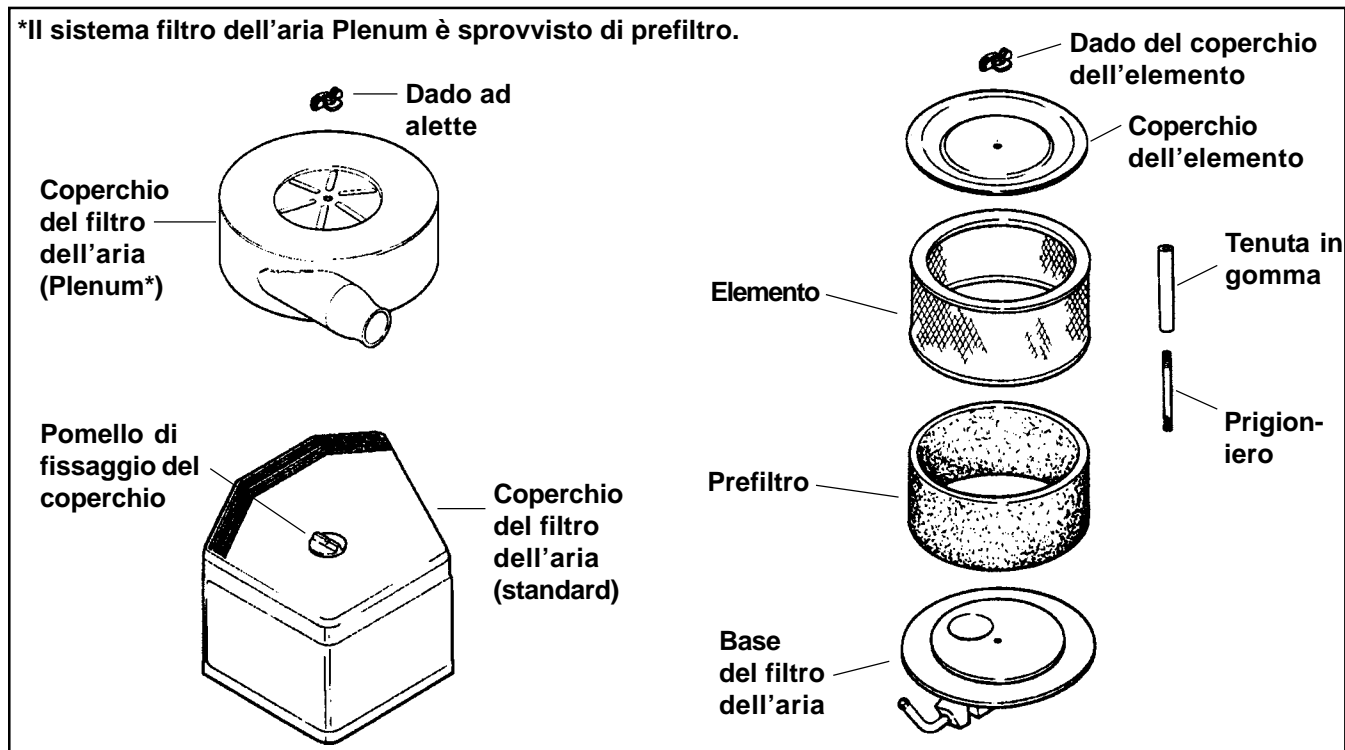

Figura 4-6. Componenti del sistema filtro dell'aria - Tipo Commercial
1. Rimuovere i componenti del filtro dell'aria dalla base (vedere Figura 4-6).